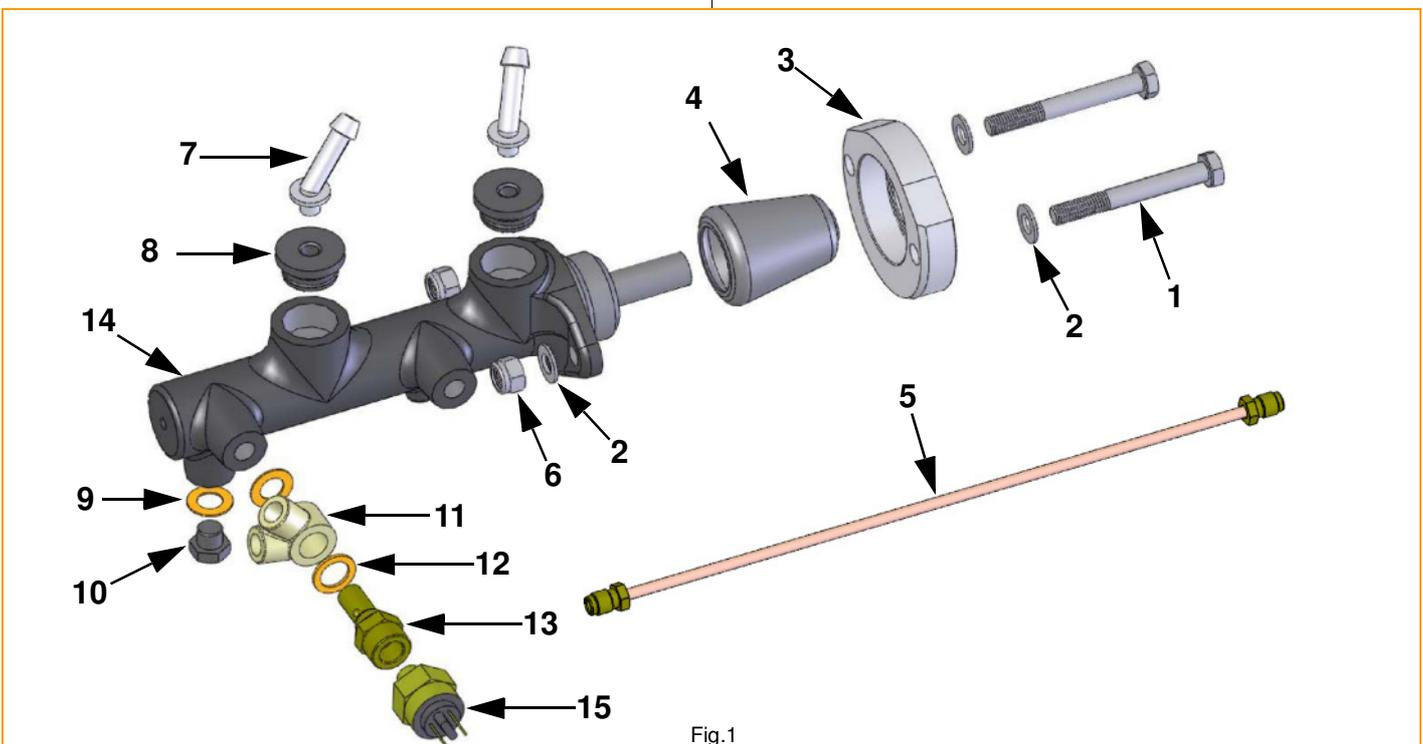

Fig.1
- Screw in the hex head pipe plug (Pos.10, Fig.1) with a copper washer (Pos.9, Fig.1) in the bottom hole of the master cylinder that is farthest away from the pedal push and tighten it with a torque of 12 lbs/ft (15 Nm).
- Put some brake fluid on the outside of the rubber grommets (Pos.8, Fig.1), then push them into the master cylinder.
- Put also some brake fluid on the outside of the plastic elbow connectors (Pos.7, Fig.1), then push them into the rubber grommets.
- Place the dust cover (Pos.4, Fig.1) onto the new master cylinder, and then slide the adapter ring (Pos.3, Fig.1) over the dust cover with the large inside diameter towards the master cylinder.
- Install the 2-way connector (Pos.11, Fig.1) with the copper washer (Pos.9, Fig.1) in the left hole that is farthest away from the pedal push and fix it with the copper washer (Pos.12, Fig.1) and the banjo bolt (Pos.13, Fig.1). Do not tighten the banjo bolt yet.
- Schrauben Sie in die vordere untere Bohrung des HBZ (siehe Fig.1) die Verschlusschraube (Pos.10, Fig.1) mit dem Kupferring (Pos.9, Fig.1) und ziehen mit 15 Nm Drehmoment fest.
- Benetzen Sie die Außenseite der beiden Gummistopfen (Pos.8, Fig.1) mit etwas Bremsflüssigkeit und drücken diese in die beiden großen oberen Löcher im HBZ.
- Die beiden Kunststoff-Kniestücke (Pos.7, Fig.1) benetzen Sie ebenfalls mit etwas Bremsflüssigkeit und drücken diese dann in die Gummistopfen.
- Stülpen Sie jetzt die Schutzkappe (Pos.4, Fig.1) über die Betätigungsstange des neuen HBZ.
- Danach schieben Sie den Adapterring (Pos.3, Fig.1) mit der großen Öffnung Richtung HBZ über die Schutzkappe.